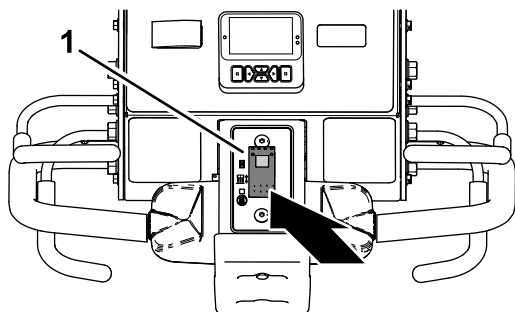

Figura 86
1. Prima a parte inferior do interruptor de controlo da descida (Figura 86) para a posição IMMEDIATE-DROP (descida imediata).